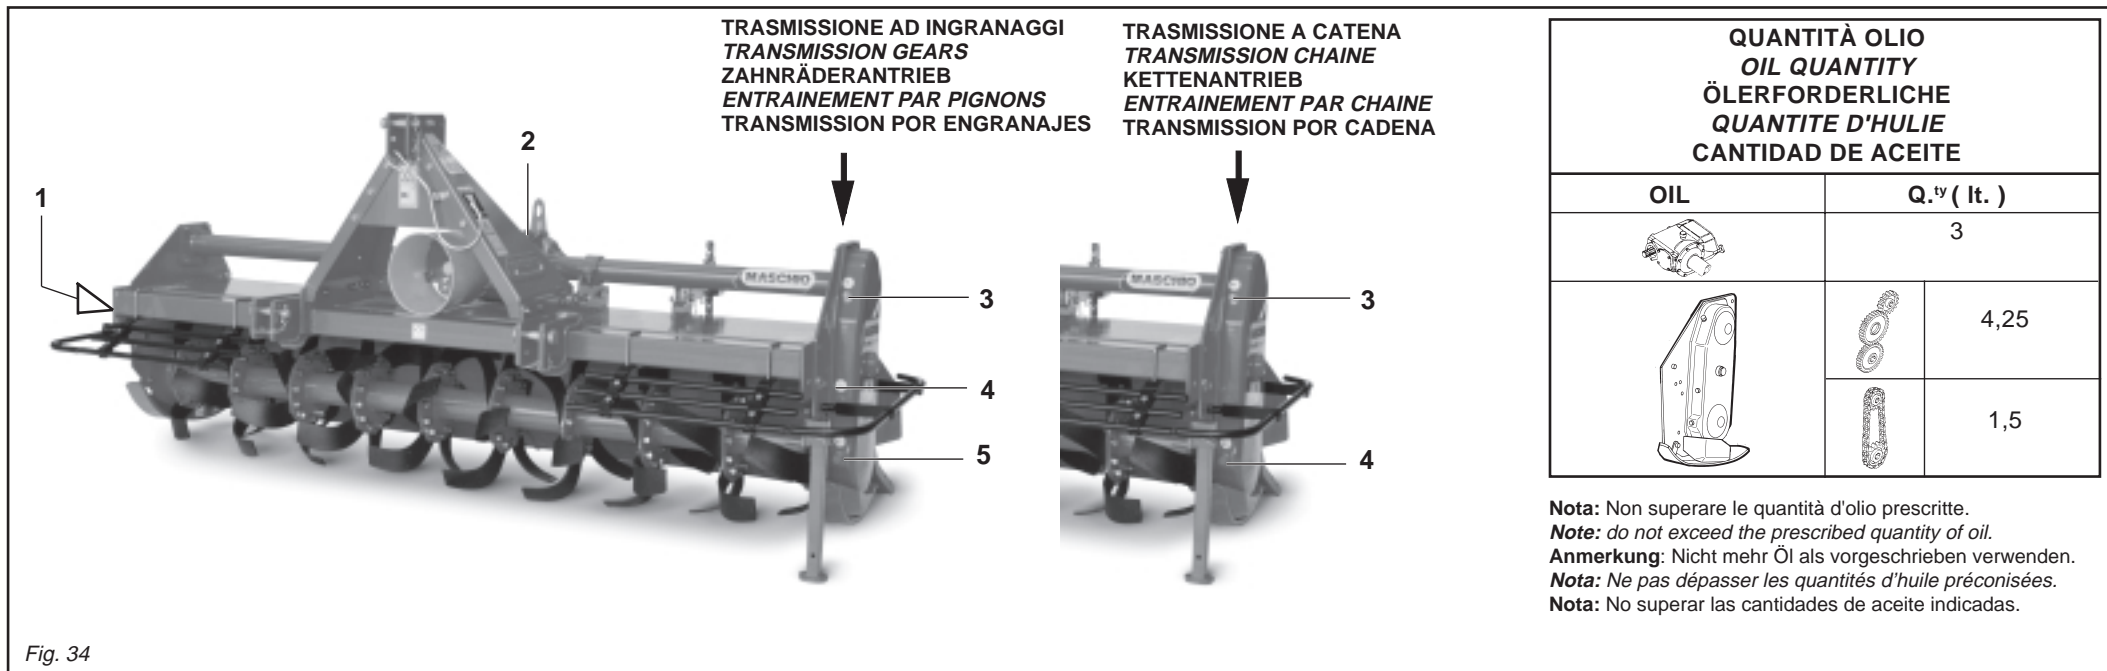

Fig. 34
- Engrasar los ejes del rotor (1 Fig. 34).
- Controlar el nivel de aceite en la caja de cambio, eventualmente rellenar hasta la muesca de nivel presente en la varilla (2 Fig. 34).
- Transmisión lateral por cadena: controlar el nivel de aceite en el carter lateral de la transmisión, desenroscando el tapón de nivel (4 Fig. 34) y controlando que salga el aceite. Eventualmente agregar aceite a través del tapón de llenado (3 Fig. 34), hasta que veamos que sale por el tapón de nivel.
- Transmisión lateral por engranajes: controlar el nivel de aceite en el carter lateral de la transmisión, desenroscando el tapón de nivel (4 Fig. 34) y controlando que salga el aceite. Eventualmente agregar aceite a través del tapón de llenado (3 Fig. 34), hasta que veamos que sale por el tapón de nivel.
- Effettuare il cambio completo dell'olio, sia cambio e sia del carter trasmissione, scaricando completamente l'olio dal tappo di scarico posto sotto la scatola riduttore e dal tappo di scarico trasmissione (4 Fig. 34).
- *Change the oil in the in the gearbox and transmission casing by completely draining off the old oil through the drain plug under the reduction unit and through the transmission drain plug (4 Fig. 34).*
- Das Öl im Getriebe wechseln. Dazu die Ölablaßschraube unter dem Getriebegehäuse und den Stopfen des seitlichen Antriebs (4 Abb. 34) losdrehen und das Öl ausfließen lassen.
- *Vidange entièrement l'huile du boîte de vitesse et du carter de transmission à travers le bouchon de vidange qui se trouve sous la boîte du réducteur et par le bouchon de vidange de la transmission (4 Fig. 34).*
- Efectuar el cambio completo del aceite, tanto la caja de cambio como también del cárter de transmisión, descargando completamente el aceite del tapón de descarga presente debajo de la caja del reductor y del tapón de descarga transmisión (4 Fig. 34).